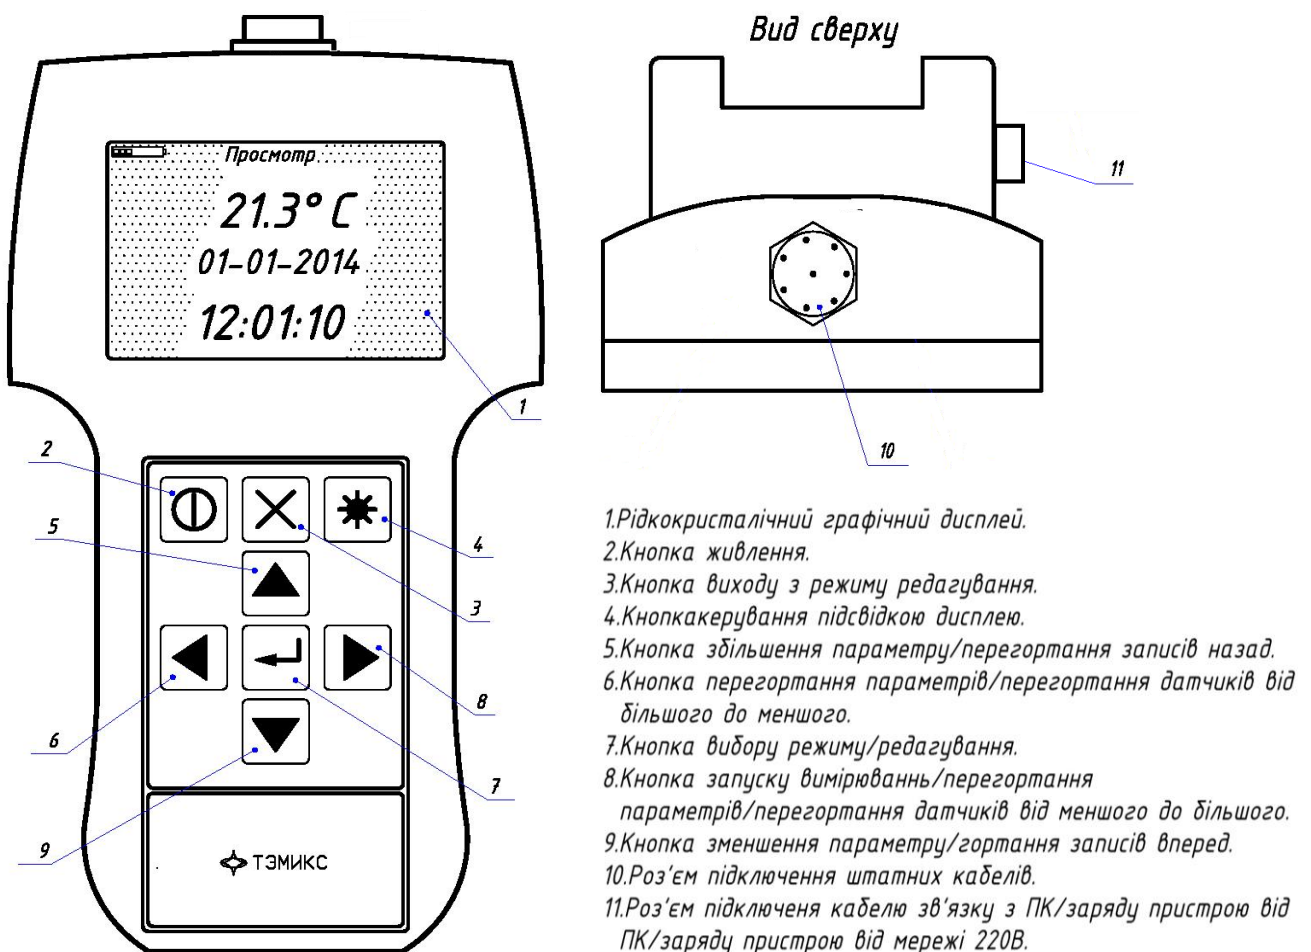

Рисунок 1. Модуль індикації ПИП-2М
Зовнішній вигляд приладу представлено на рис. 1.
6.1.1 Підключити відповідний штатний кабель до гнізда приладу (поз.10 рис.1).
6.5.1 Для зарядки пристрою необхідно підключити кабель зв'язку з ПК/зарядки до гнізда приладу (поз. 11, рис.1).